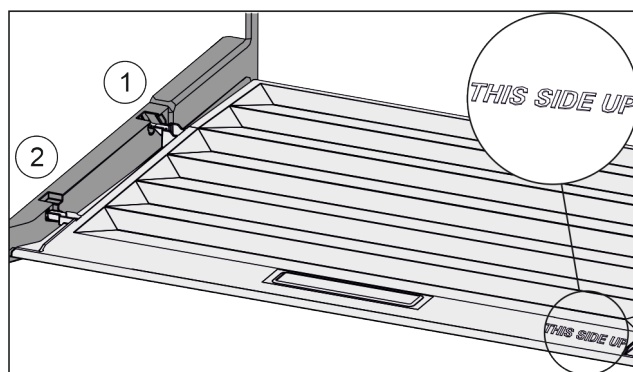

Fig. 28
- Introduceți nervura capacului prin orificiul suportului posterior Fig. 28 (1) și înclicheți-l în față în suport Fig. 28 (2).